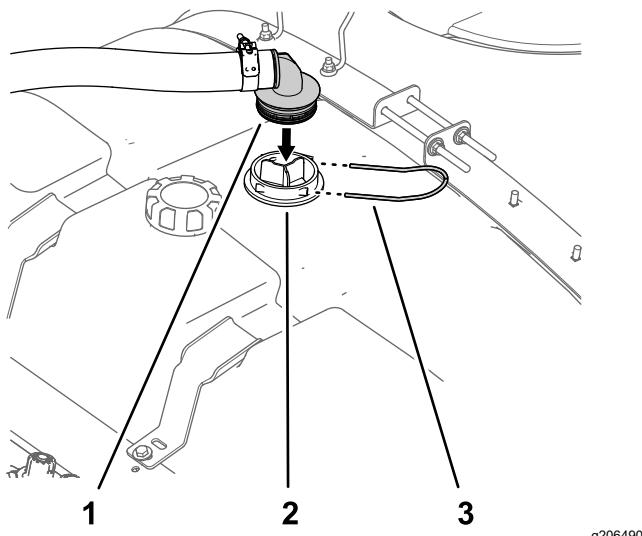

图 18
1. 将供水软管的 90° 宝塔接头与吸入滤网的外壳对齐 图 18。
2. 使用在 卸掉冲洗水箱 \(页码 5\) 的步骤 1 中卸下的固定叉将 90° 度宝塔接头固定到外壳上 图 18。